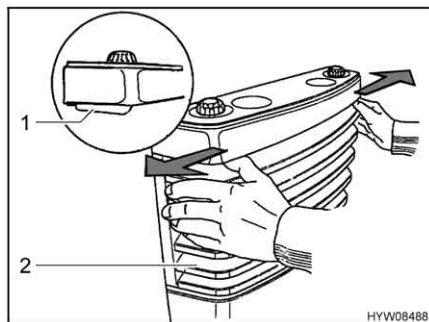

Fig. 70 Rimozione della copertura del riscaldamento
- Rimuovere la copertura del riscaldamento (Fig. 70,2). A tale scopo spingere contemporaneamente verso l'esterno le due leve di chiusura (Fig. 70,1) e ribaltare la copertura in avanti.